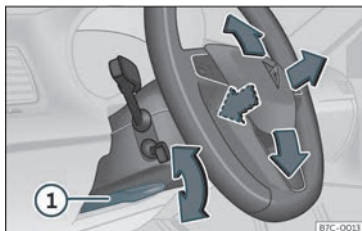

Fig. 3 Alavanca na parte inferior do lado esquerdo da coluna de direção
- Puxe a alavanca »» **Fig. 3 ①** para baixo, mova o volante até à posição desejada e volte a subir a alavanca até ao ponto de fecho.
- Após ajustar a coluna da direção, empurre firmemente a alavanca »» **Fig. 3 ①** para cima para que o volante não mude de posição acidentalmente durante a marcha.